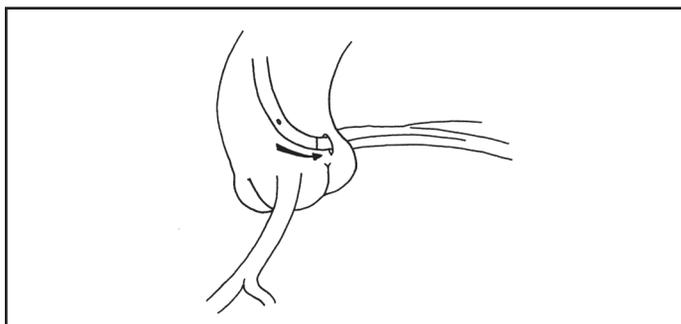

Figure 5.
Étape 4. Une fois la boucle éliminée, repositionner le cathéter guide tout en tirant le guide légèrement en arrière (voir la figure 5).